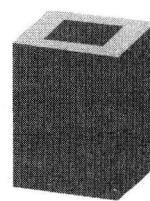

图 1-26
(6) 着色加阴影 模型着色且显示阴影，如图 1-26 所示。